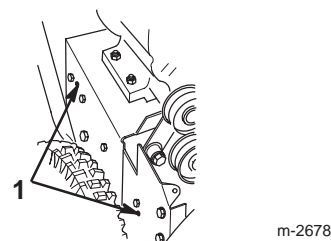

Figure 32
- Remplacez les 2 vis de fixation de l'ensemble bras de frein de tarière. Vérifiez que les ergots sont bien engagés dans les trous du côté gauche de la déneigeuse (Fig. 32).
14. Remplacez les 2 vis de fixation de l'ensemble bras de frein de tarière. Vérifiez que les ergots sont bien engagés dans les trous du côté droit de la déneigeuse (Fig. 32).